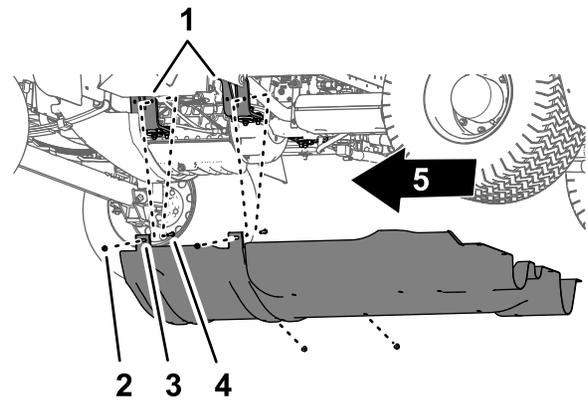

Рисунок 63
- Удалите 4 фланцевые контргайки (5/16 дюйма) с болтов и каретный болт, которые крепят монтажные выступы кожуха ходовой части к кронштейнам крепления двигателя на машине (Рисунок 63).
- Снимите кожух ходовой части с машины (Рисунок 62 и Рисунок 63).
- Выровняйте кожух ходовой части относительно нижнего шасси машины; см. Рисунок 63 в разделе Демонтаж кожуха ходовой части (страница 61).
- Наденьте монтажные выступы кожуха ходовой части на болты и каретный болт в месте расположения монтажных кронштейнов двигателя на машине; см. Рисунок 63 в разделе Демонтаж кожуха ходовой части (страница 61).
- Установите кожух ходовой части на монтажные кронштейны двигателя и болты (Рисунок 63) с помощью 4 фланцевых контргаек (5/16 дюйма), снятых при выполнении пункта 2 раздела Демонтаж кожуха ходовой части (страница 61).